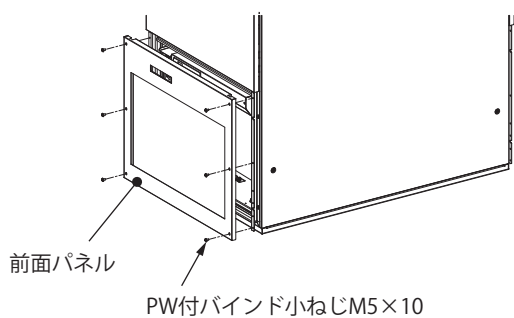

図24
- ①前面パネルをPW付バインド小ねじM5×10(6か所)で取り付けてください(図24)。